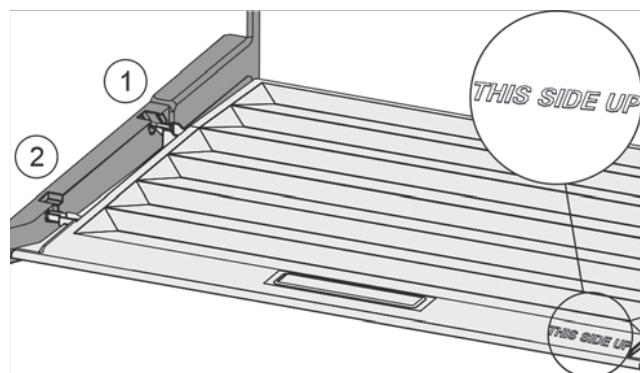

Fig. 29
- Вставить поперечные ребра крышки через отверстие заднего держателя Fig. 29 (1) и защелкнуть спереди в держателе Fig. 29 (2).